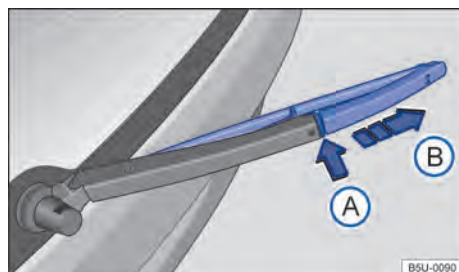

Fig. 151 Substituir a palheta do limpador do vidro traseiro.
- Manter a tecla de destravamento → Fig. 151 ① pressionada e, ao mesmo tempo, retirar a palheta dos limpadores do para-brisa no sentido da seta.
- Retirar a palheta do limpador do vidro traseiro no sentido da seta ②.